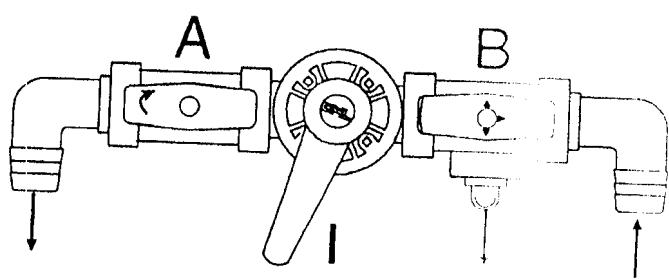

Fig. 2
1. Удалите из установки ее содержимое: установите рукоятку реверсивного крана на двухходовой кран (A), откройте двухходовой кран (A), установите трехходовой кран (B) как показано на рис. 2.